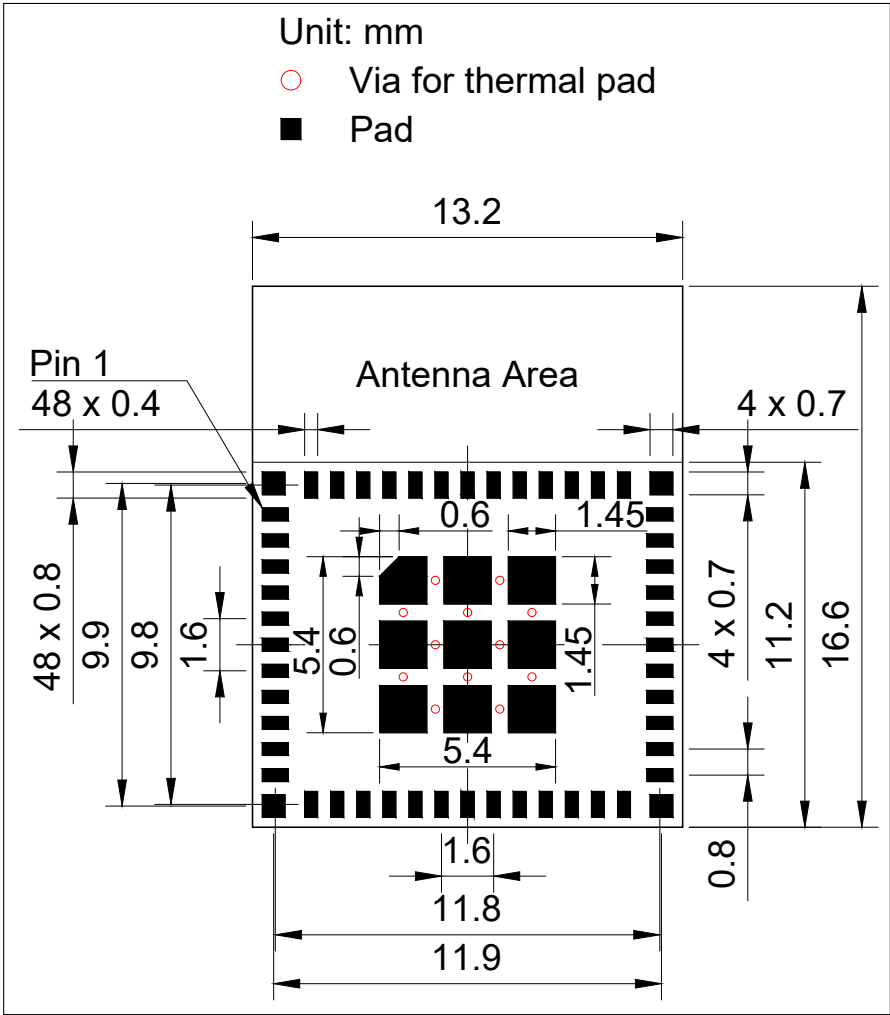
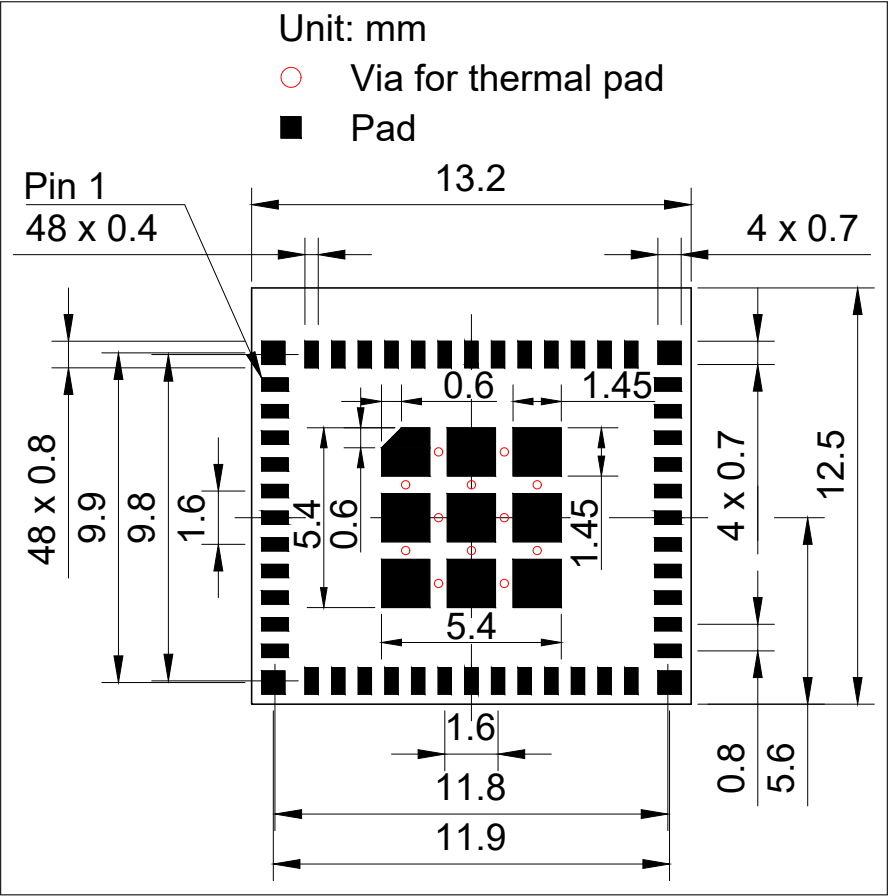

图 10: ESP32-C3-MINI-1 推荐 PCB 封装图形
图 11: ESP32-C3-MINI-1U 推荐 PCB 封装图形
- 推荐 PCB 封装图，标有 PCB 设计所需的全部尺寸。详见图 10 ESP32-C3-MINI-1 推荐 PCB 封装图形 和图 11 ESP32-C3-MINI-1U 推荐 PCB 封装图形。
- 推荐 PCB 封装图的源文件，用于测量图 10 和 11 中未标注的尺寸。您可用 Autodesk Viewer 查看 ESP32-C3-MINI-1 和 ESP32-C3-MINI-1U 的封装图源文件。